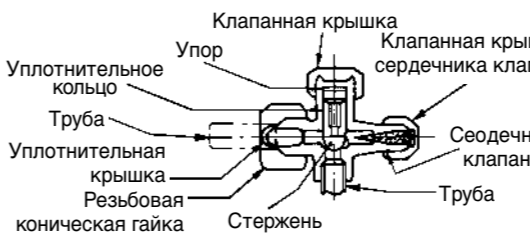

Рис. 4-3
- Закрутите вручную, одновременно отцентровывая трубку. После этого используйте динамометрический ключ для затягивания соединения. (См. Рис. 4-3 и Табл. 4-а.)